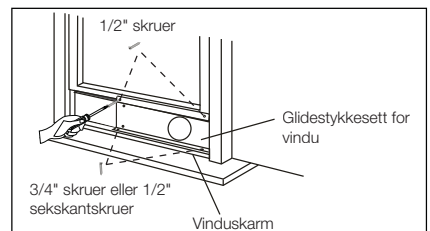

Fig. 15
3. Lukk vindusrammen forsvarlig inntil glidestykket (Fig. 15).
4. Skru inn to 1/2" skruer for å sikre glidestykket til vindusrammen (Fig. 15).
5. Sikre glidestykket til vinduskarmen (Fig. 15):